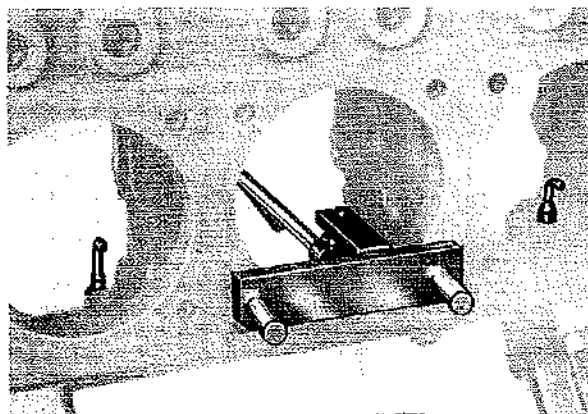

Fig. 19
- Montare i getti lubrificazione spinotti posizionandoli con l'attrezzo **68480004A** (Fig. 19).